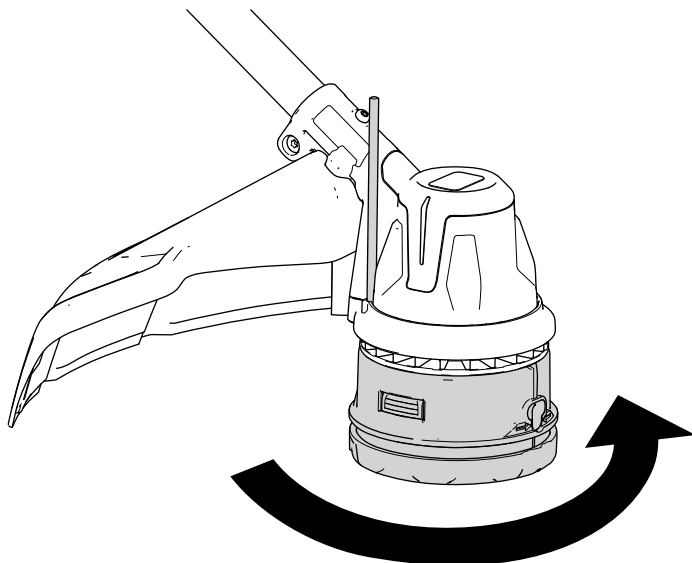

Figura 19
3. Con el cabezal de la desbrozadora inmovilizado por la herramienta, gire el cabezal de la desbrozadora en sentido antihorario para retirarla del espárrago roscado de la caja de engranajes (**Figura 19**).